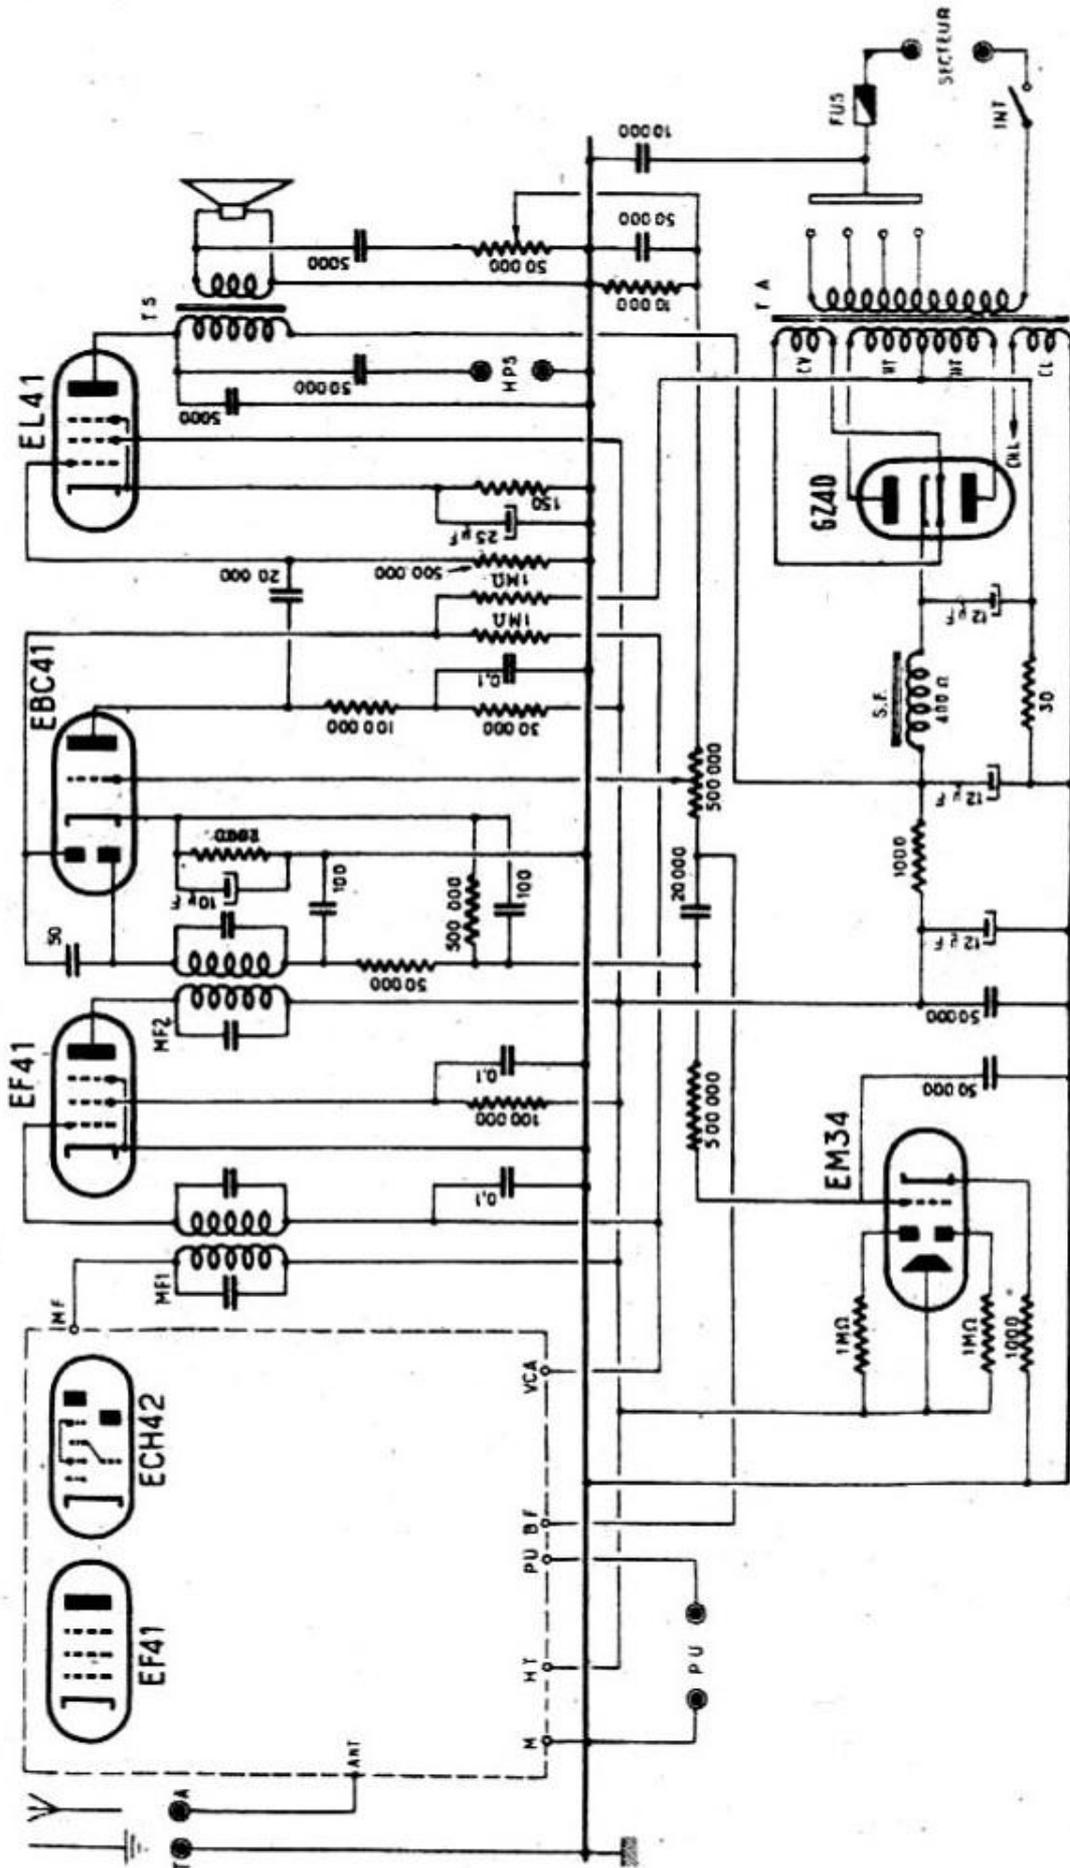

FIG. 58. — Schéma de principe du « SUPER MONDIAL » n° 1
**Le « Super-Mondial » n° 1.** — Le schéma de principe est donné par la **figure 58**. On reconnaît là bon nombre de circuits qui ont déjà été étudiés et décrits dans nos réalisations précédentes. Venons donc de suite à ce qui caractérise ce poste.
Le schéma de principe du « Super-Mondial n° 1 » est donné par la **figure 58**, et son plan de câblage en **figure 59**. L'étage amplificateur haute fréquence est équipé de la pentode EF41, et l'étage changeur de fréquence de l'ECH42; tout le reste des circuits a déjà été étudié dans les montages précédents.